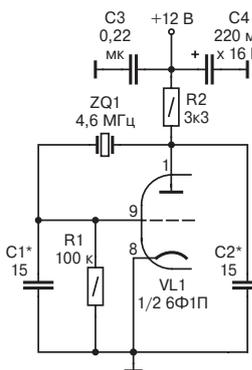

Рис.2
Как показал проведенный эксперимент, в схеме генератора (**рис. 2**) напряжение ВЧ на сетке лампы составило 1,26 В (действующее значение) и, соответственно, на аноде - 1,97 В. В схеме использовался кварц РК169 на частоте 4608 кГц. Измерения ВЧ напряжений проводились высокоомным ВЧ вольтметром. Сами значения ВЧ напряжений на сетке и аноде лампы зависят как от типа используемого кварца, так и номиналов конденсаторов $C1^*$ и $C2^*$.
где λ - длина волны частоты, указанной на корпусе кварца (в метрах). Емкости конденсаторов в (1) выражены в пикофарадах. Далее номиналы конденсаторов $C1^*$ и $C2^*$ уточняются опытным путем (в ряде случаев их даже можно уменьшить в несколько раз). Потребляемый ток схемы (**рис. 2**) по аноду со-